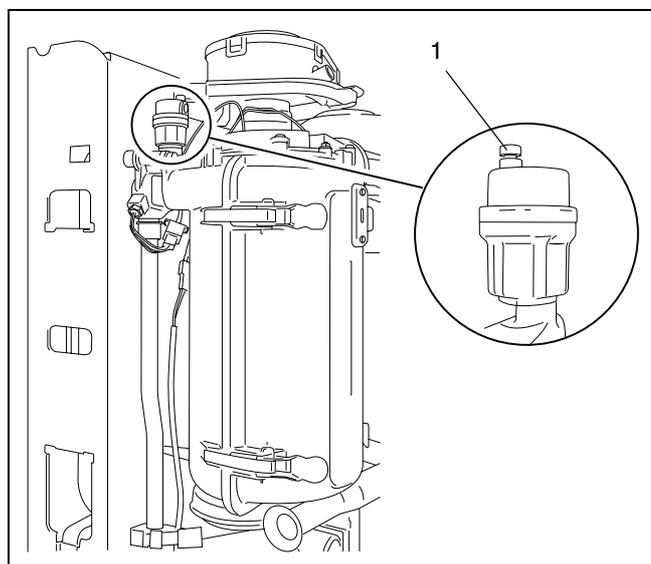

Abb. 15 Automatischer Entlüfter
- Entlüftungsventil (Abb. 15, Pos.1) eine Umdrehung lösen.